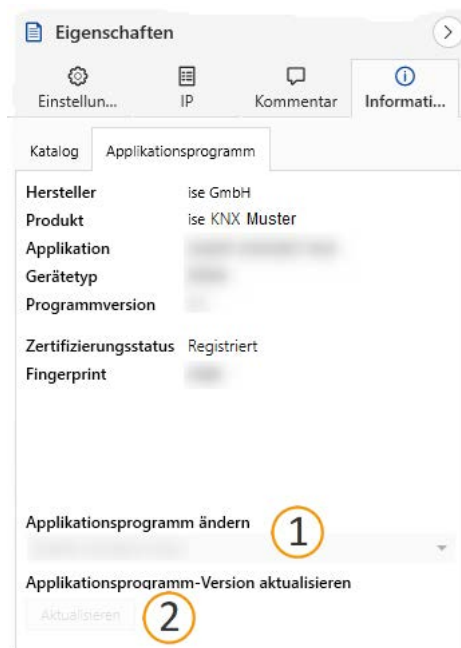

Abbildung 20: Applikationsprogramm aktualisieren
5. Wählen Sie die Schaltfläche <<Aktualisieren>> unterhalb des Punkts <<Applikationsprogramm-Version aktualisieren>> (siehe Abbildung 20, Pos. 2)
○ Wenn Sie den Wert unter <<Applikationsprogramm ändern>> (siehe Abbildung 20, Pos. 1) ändern, gehen benutzerdefinierte Einstellungen, wie z. B. die Verknüpfungen zu den Gruppenadressen verloren.